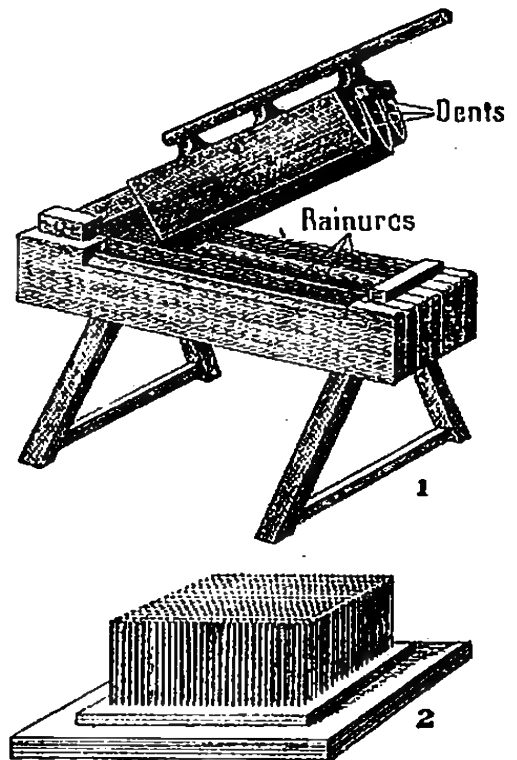

Fig. 367, 368. — 1, Broie; 2, peigne.
5. Filasse. — Le chanvre retiré de l'eau est séché au soleil, puis ses tiges sont écrasées à l'aide d'un instrument appelé *broie* (fig. 367). On débarrasse les fibres des fragments de la tige ou *chênevottes* en les faisant passer entre les dents d'un peigne métallique (fig. 368). On obtient ainsi de la *filasse* avec laquelle on fabrique du fil et de la toile, des cordes, etc. L'*étoupe* est la partie la plus grossière de la filasse.